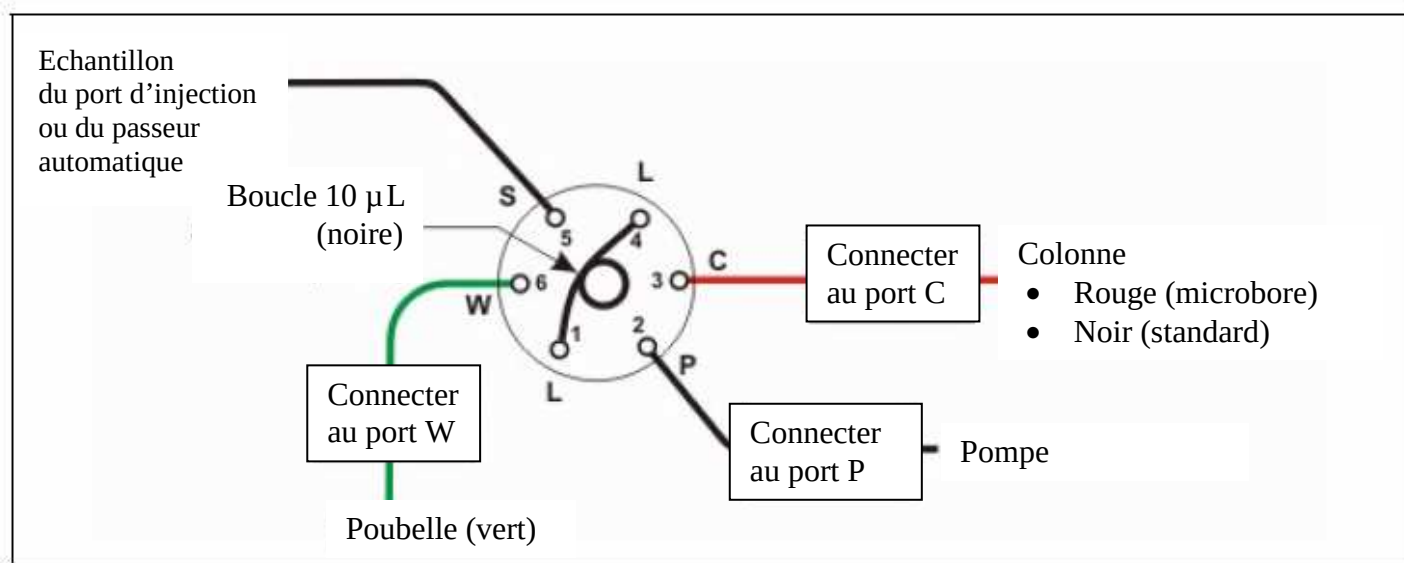

Figure 2.18. Connexions sur la vanne d'injection 6 voies.
La figure 2.18 montre les connexions fluidiques sur une vanne d'injection 6 voies. La vanne d'injection est branchée en usine avec tous les tubes et raccords permettant les connexions à la pompe, au port d'injection, à la colonne et à la poubelle. Une boucle de 10µL en PEEK™ (référence 042949) est installée entre les ports L (1) et L (4).